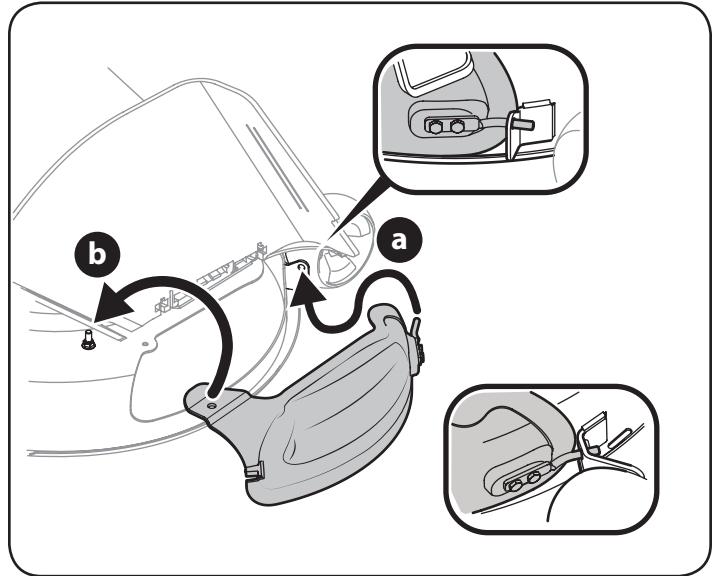

Figura 4
2. Para instalar el adaptador para abono, haga pivotar el canal de descarga hacia arriba. Consulte la Figura 4: